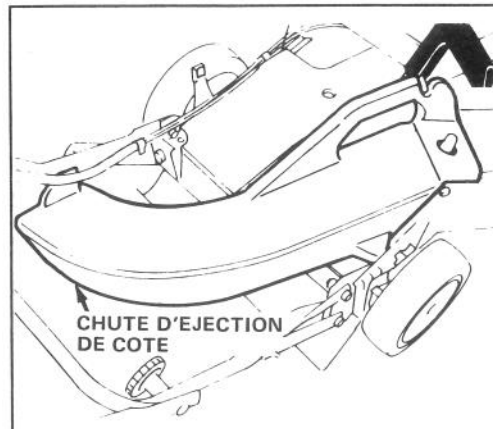

Figure 32
1. Kit d'éjection de côté, Modèle N° 59168—Se monte en quelques secondes. Se fixe à l'arrière, à la place de sac à herbe. Disperse les déchets en coupant de chaque côté (Fig. 32).